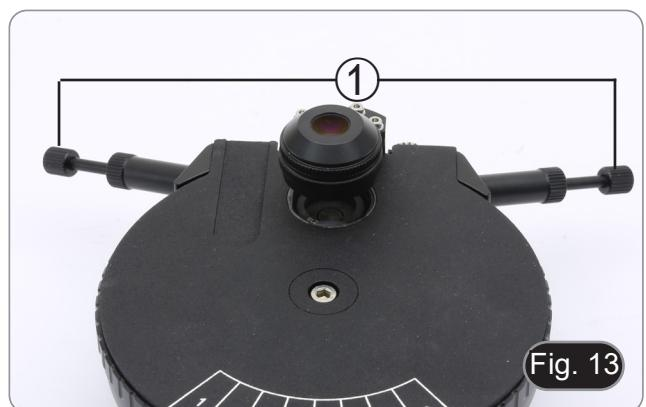

Fig. 13
- 5. Zentrierschrauben am Kondensator ① (Fig. 13) verwenden, um den Dunkelfeldring zu zentrieren, bis das Sichtfeld gleichmäßig ausgeleuchtet ist.
7. Zentrieren Sie die Ringe mit den Zentrierschrauben am Kondensator ① (Fig. 13) so, dass der Lichtring ② konzentrisch zum Dunkelring ③. (Fig. 16)